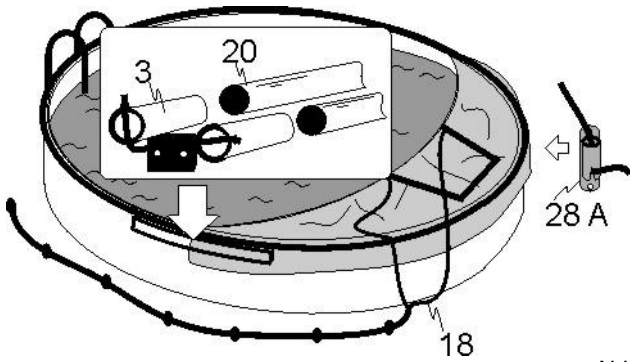

Abb. 7.1
Aufziehen (Abb. 7.1 bis 7.4)
- Den Cabrio Dome an den Rand gegenüber der Einstiegsleiter legen und darauf achten, dass sich die Seite mit der Tür und dem Zugseil (18) oben befindet (Abb. 7.1).
- An beiden Seiten die Bögen (20) in die Einstiegschülern (3) stecken. **Den untenliegenden Bogen in die rechte Einstiegschülern und den obenliegenden Bogen in die linke Einstiegschülern einstecken, sofern sich die Einstiegsleiter an der linken Seite befindet.** Sollte sich die Leiter auf der rechten Seite befinden, genau umgekehrt anwenden.